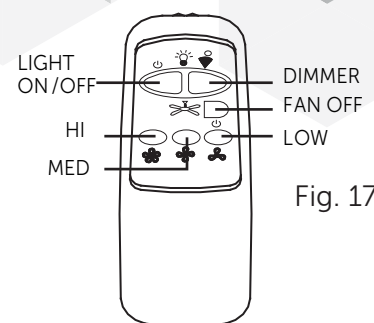

Fig. 17
17. Turn fan on/off and select fan speed (Fig. 17).